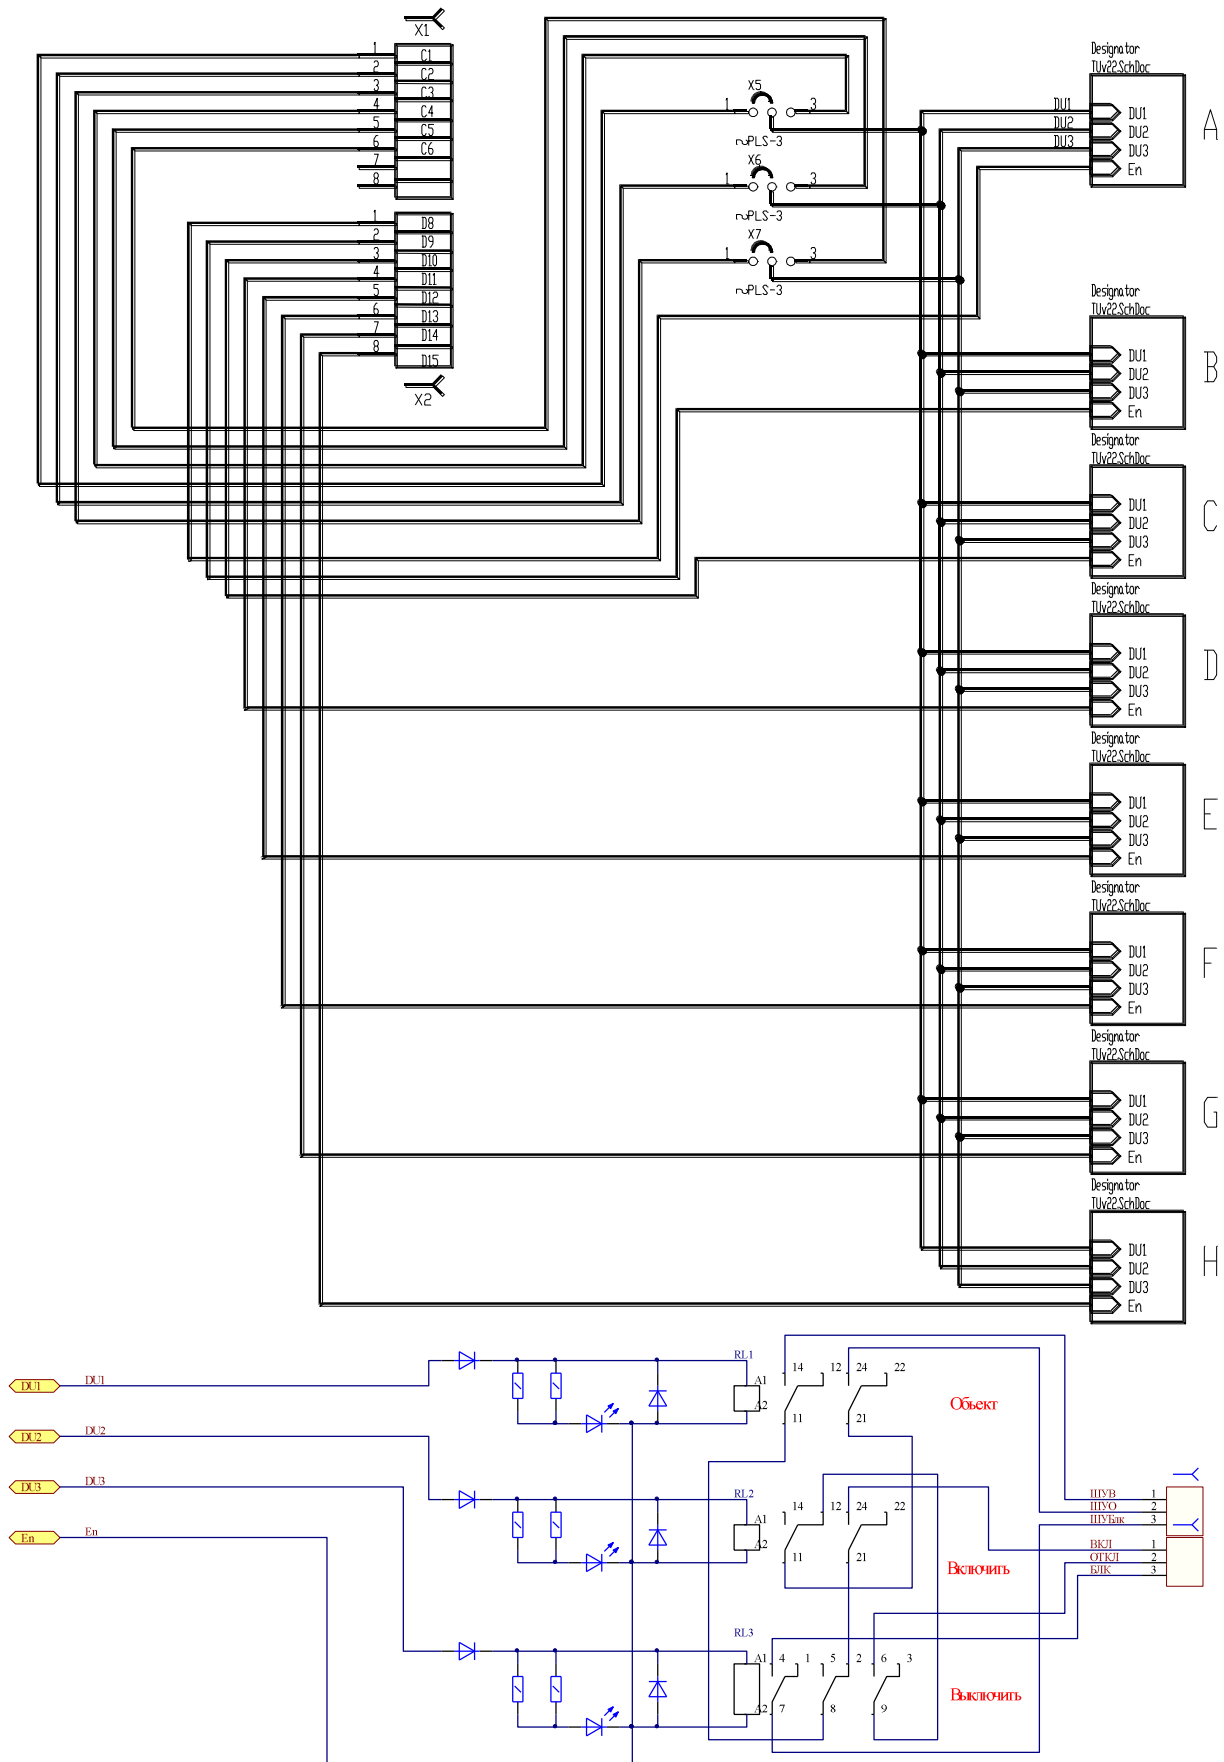

Рисунок 4 – Принципиальная схема ячейки МРП
1.5.2 Матричный принцип формирования каналов ТУ представлен на принципиальной схеме ячейки МРП – рисунок 4.